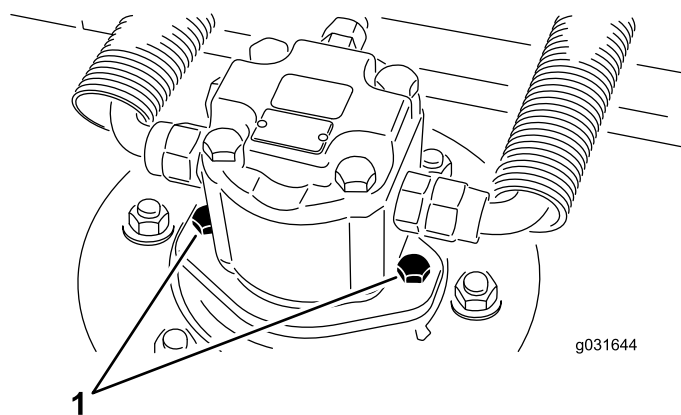

Рисунок 68
2. Выверните крепежные винты гидроцилиндра, отсоедините и снимите гидроцилиндр с деки (Рисунок 68).
- Установите гидроцилиндр на деку при помощи крепежных винтов (Рисунок 68).